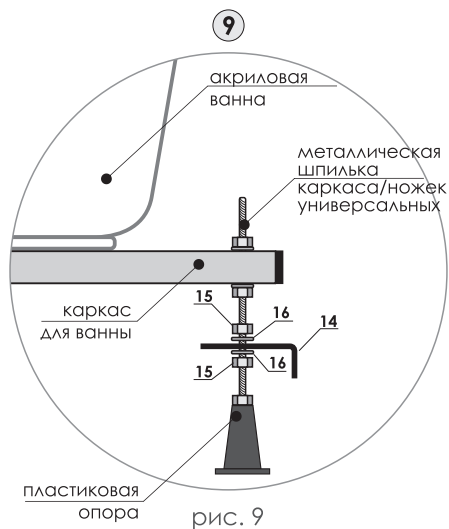

рис. 9
9. Надвиньте нижний кронштейн на шпильку и зафиксируйте гайками с шайбами (рис. 9).